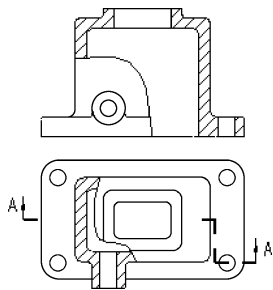

图 10-166 修改剖面线间距
(23) 双击各视图的剖面线, 将各视图的剖面线均设为“3”。
(24) 切换至【注释】选项卡, 按住〈Ctrl〉键选择自动生成的多余文字, 直接按〈Delete〉键将其删除, 结果如图 10-166 所示。